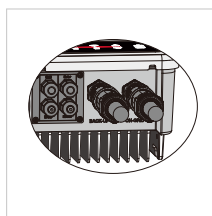

Fig. 35
**Connessioni on-grid e back-up:** verificare che ON-GRID sia connesso con la rete elettrica e Back-up sia connesso con i carichi, che le polarità (L/N in sequenza) non siano invertite, fare riferimento alla Fig. 35.